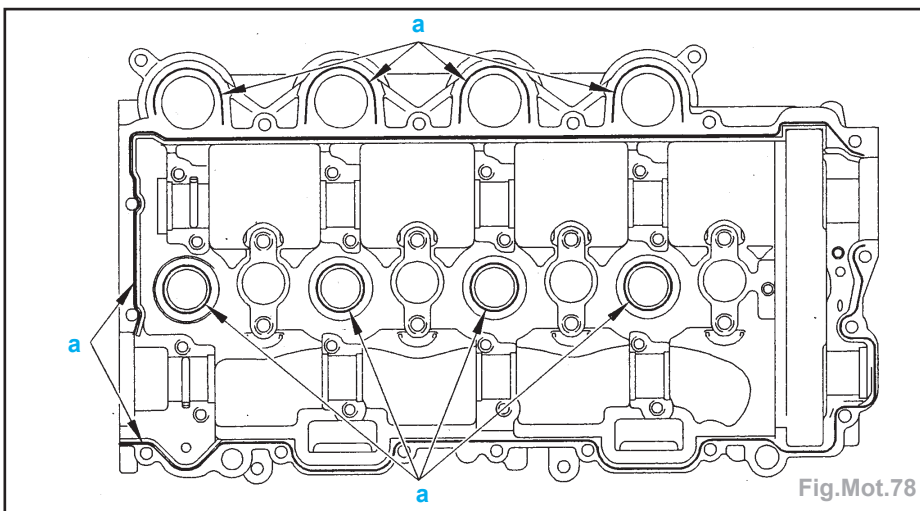

Fig.Mot.78
- Appliquer sur le pourtour du carter chapeaux de paliers un cordon «a» de pâte à joint de type **AUTOJOINT NOIR** (Fig.Mot.78).